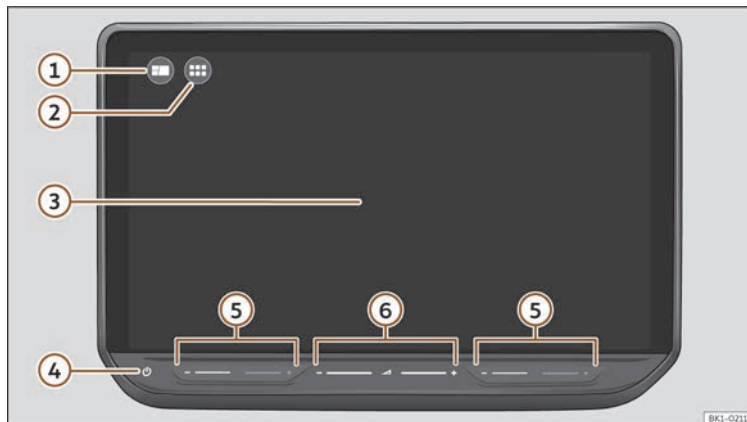

Abb. 179 Übersicht: Schalteinheit.
Gestalten Sie das übergeordnete Menü und die Ansicht HOME >>> (Abb. 179) ① individuell, um schnell auf die bevorzugten oder am häufigsten verwendeten Funktionen zuzugreifen.